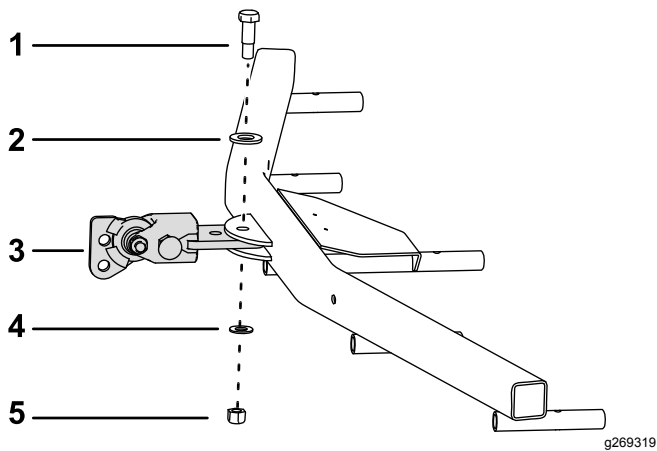

Figura 7
- Montate il gruppo dell'attacco a sfera sul rastrello a denti flessibili come illustrato nella Figura 7.